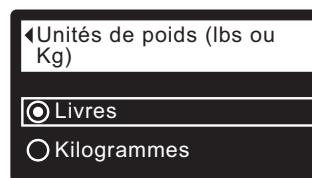

FIG. 60
5. Appuyez sur le sélecteur (O) pour afficher le menu des unités de poids (cf. Figure 60).
6. Si le cercle vis-à-vis de l'unité souhaitée a déjà un point (cf. Figure 60), passez à l'étape 7. Sinon, appuyez sur le bouton BAS (▼) ou HAUT (▲) pour passer à l'autre unité, puis sur le sélecteur (O) pour confirmer votre choix.
7. Appuyez sur le sélecteur (O) : l'afficheur revient au menu des préférences utilisateur.